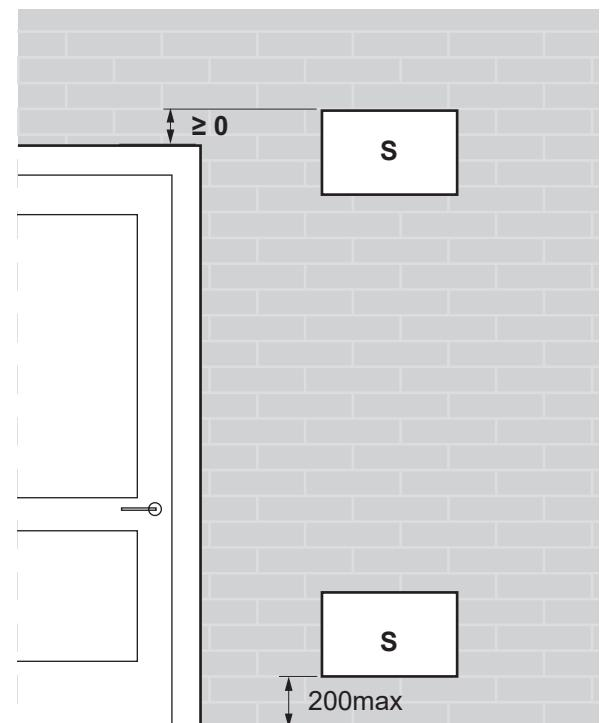

fig. 17 - Position des ouvertures pour la ventilation
- Le local bénéficie d'une aération naturelle vers une autre pièce dont la somme des volumes des deux pièces est supérieur à "charge totale fluide" (en kg) / 0.3kg/m³. Les aérations entre les deux pièces étant assurée par des ouvertures d'au moins : voir fig. 16 et fig. 17.